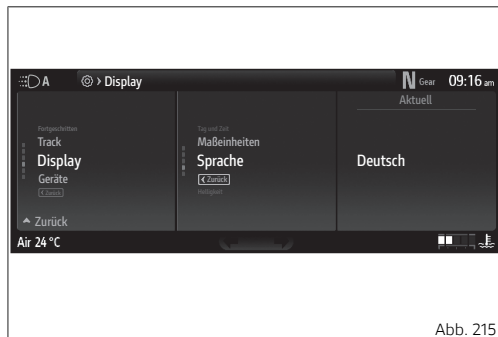

Abb. 215
- Die Angabe „Sprache“ wählen, dann wird (die aktuelle Sprache angezeigt Abb. 215 S.260) und die Taste ○ kann gedrückt werden.